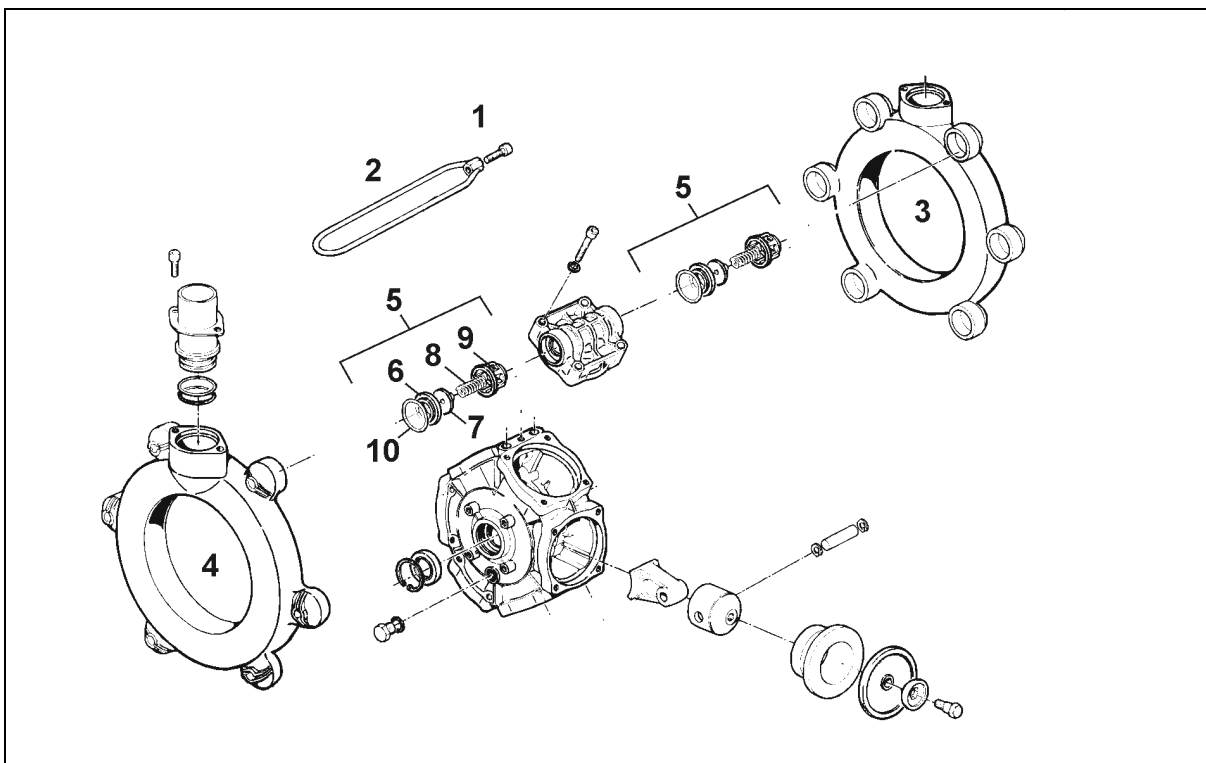

Fig. 158
- Læg mærke til, hvordan ventilerne på suge- og tryksiden er monteret, inden ventilgrupperne (Fig. 158/5) afmonteres.
- Når delene igen monteres, skal De være opmærksom på, at ventilstyret (Fig. 158/9) ikke bliver beskadiget. Hvis ventilstyret bliver beskadiget, kan ventilerne blokere.
- Møtrikkerne (Fig. 158/1, 2) skal strammes over kors med den anførte tilspændingsværdi. Hvis boltene ikke er spændt korrekt, bevirker det, at pumpen bliver utæt
2. Boltene (Fig. 158/1) løsnes, og spændebøjlen (Fig. 158/2) fjernes.
3. Suge- og trykrør (Fig. 158/3 og Fig. 158/4) afmonteres.
4. Ventilgruppen (Fig. 158/5) afmonteres.
5. Det kontrolleres om ventilsæde (Fig. 158/6), Ventil (Fig. 158/7), ventilmfjeder (Fig. 158/8) og ventilstyr (Fig. 158/9) er beskadiget eller slidt.
6. O-Ringen (Fig. 158/10) fjernes.
8. Efter kontrol og rengøring monteres ventilgrupperne (Fig. 158/5).
9. Nye O-ringe (Fig. 158/10) monteres.
10. Suge - (Fig. 158/3) og trykrør (Fig. 158/4) flanges på pumpehuset og spændebøjlen (Fig. 158/2) monteres.
11. Skruerne (Fig. 158/1) strammes over kors med et drejningsmoment på **11 Nm**.